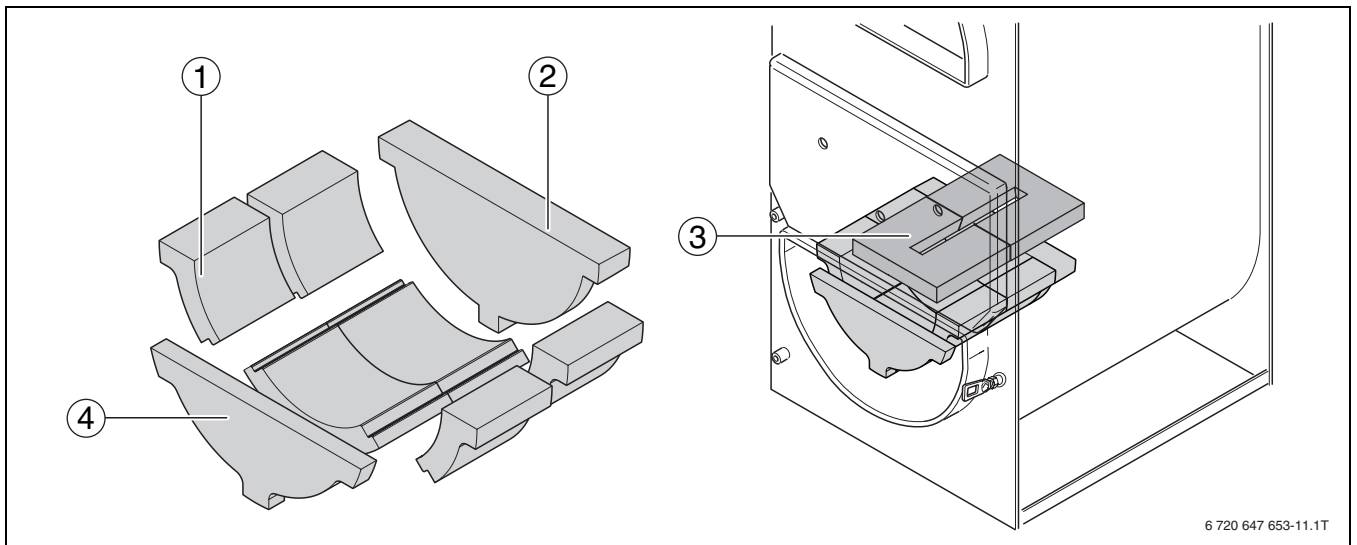

Fig. 32 Poziția plăcilor de șamotă în camera de ardere
- ▶ Așezați plăcile de șamotă înapoi la locul lor (→ Fig. 32, pagina 31).